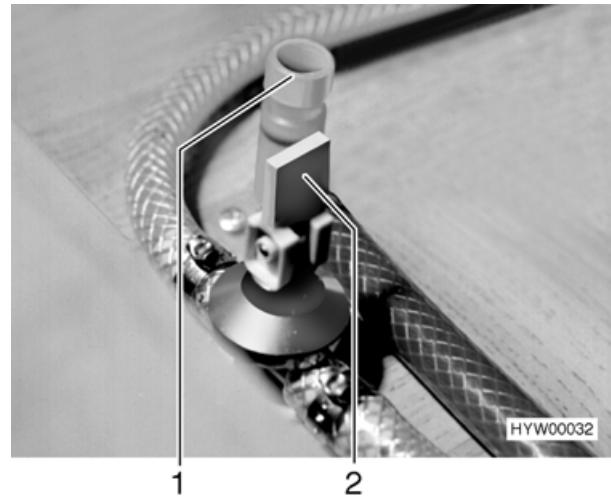

Bild 98 Ablassventil (Moving)
- Ablassventil für Boiler schließen. Kiphebel (Bild 98,2) waagrecht stellen.
- Ablassventil für Kaltwasser schließen. Weiße Ventilkappe (Bild 98,1) im Uhrzeigersinn zudrehen. Der Einbauort der Ablassventile ist in der Tabelle "Lage der Ablassventile" am Ende dieses Kapitels aufgelistet.
- Die weißen Ventilkappen (Bild 81 bzw. Bild 98,1) entgegen dem Uhrzeigersinn aufdrehen.
- Den Kipphebel des Ablassventils (Bild 98,2) für den Boiler senkrecht stellen (Moving).